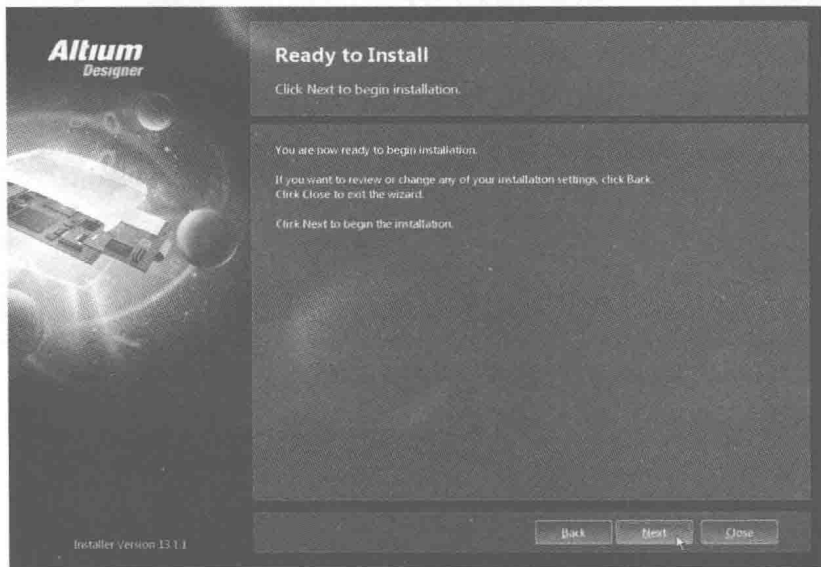
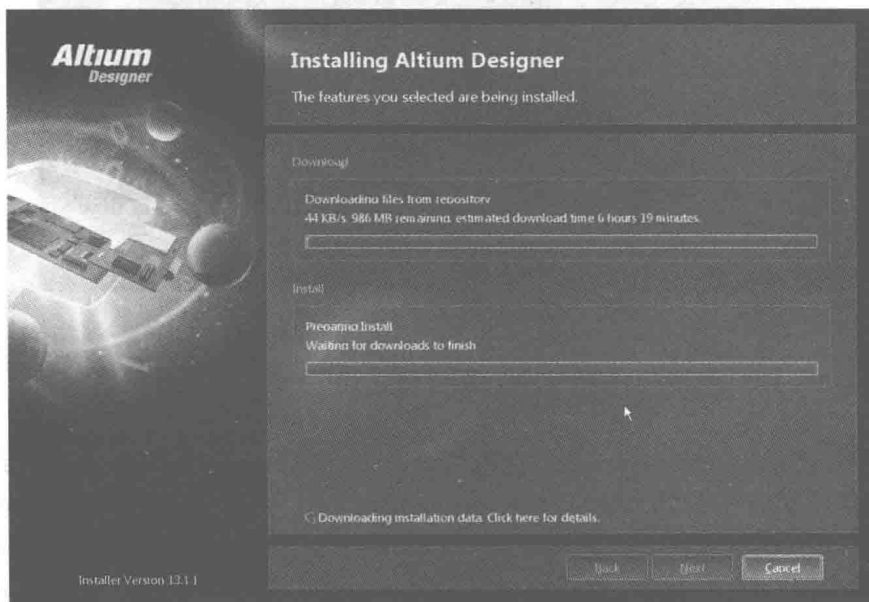
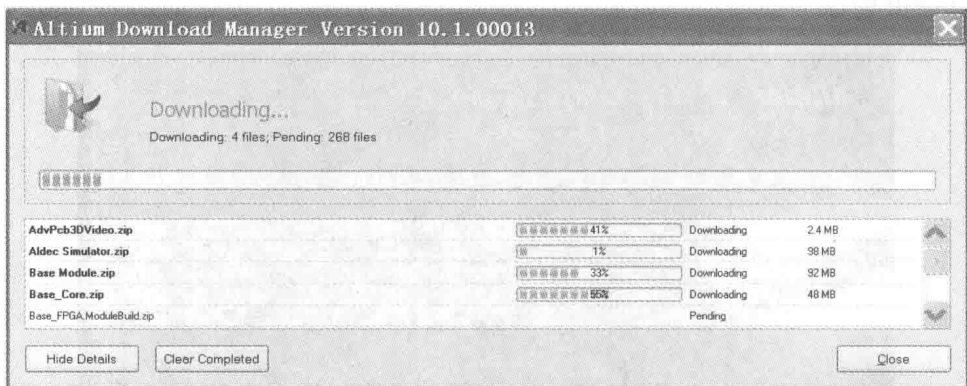

图 1-9 准备安装窗口
图 1-10 下载 Altium Designer 2013 软件
图 1-11 软件下载的情况
(10) 在图 1-8 所示窗口中的 Destination Folders 区域显示了即将安装 Altium Designer 2013 软件的安装路径, 若想更改安装路径, 单击 Default 按钮; 对于软件安装路径, 由于软件较大, 不建议安装在 C 盘; 用户文档主要用于存放 PCB 例程、PCB 库等, 用户文档的路径可根据自己的喜好选择, 安装后也可以更改; 选择无误后, 单击 Next 按钮, 弹出如图 1-9 所示 Ready to Install 窗口。
(11) 如果需要改变以上任何信息, 可在图 1-9 所示窗口中单击 Back 按钮; 如果要退出安装, 单击 Close 按钮。确定以上安装信息无误后, 单击 Next 按钮, 开始从 <http://installation.altium.com> 网站下载 Altium Designer 2013 软件, 如图 1-10 所示。
(12) 从图 1-10 所示窗口中的 Download 区域可以看到, 由于 Altium Designer 2013 软件比较大, 所以下载的时间稍长, 这里显示需要 6 小时 19 分, 需耐心等待。若想了解下载软件的详细情况, 可单击 Downloading installation data.Click here for details, 将弹出图 1-11 所示的对话框。